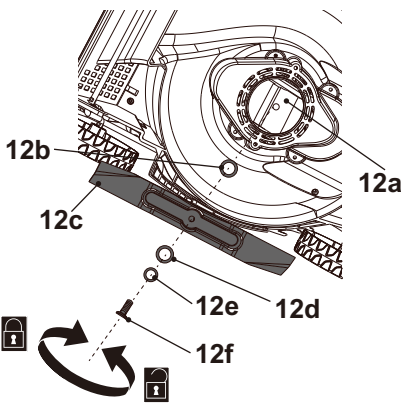

Fig. 21
4. Desserrez l'écrou hexagonal (12f) dans le sens anti-horaire à l'aide d'une clé plate adaptée (taille 13 mm) et retirez-le ainsi que la lame de coupe (12c), la rondelle plate (12d) et la rondelle élastique (12e) (Fig. 21).